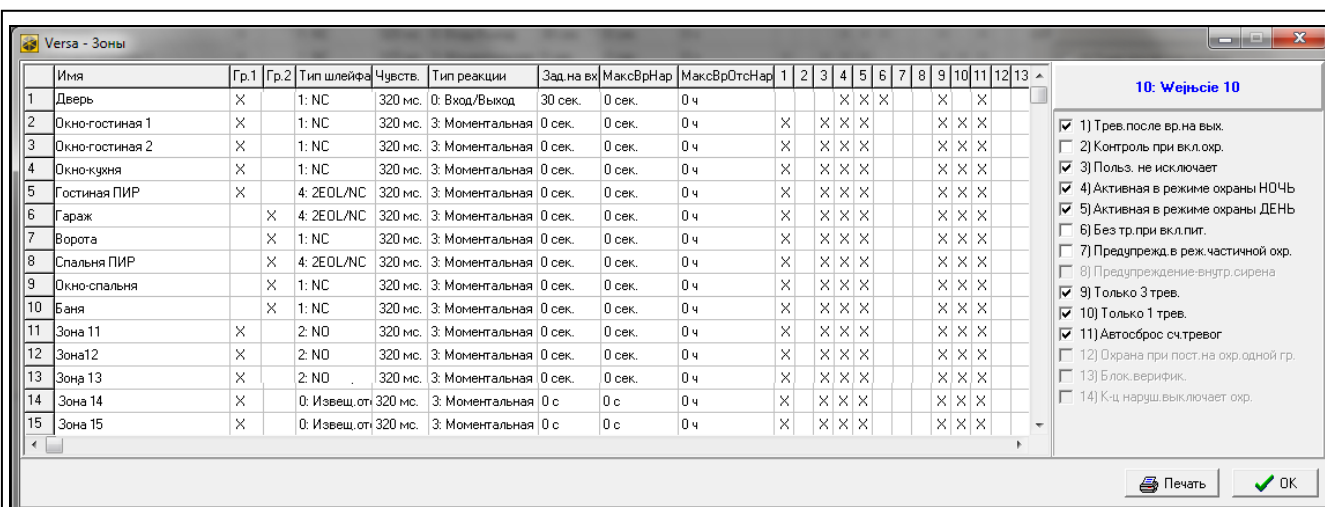

Рис. 8. Программа DLOADX: окно «Versa – Зоны».
- окно «Versa – Зоны» (рис. 8).